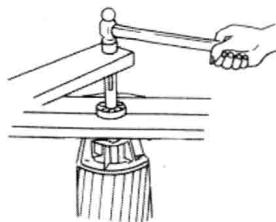

图 1-13 铁板夹住拆卸轴承
③ 铁板夹住拆卸。用两块厚铁板夹住轴承内圈，铁板的两端用可靠支撑物架起，使转子悬空，如图 1-13 所示，然后在轴上端面垫上厚木板并用锤子敲打，使轴承脱出。